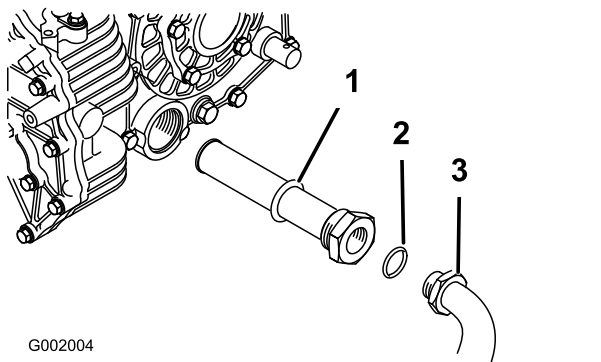

図 51
5. 油圧ホースと90度フィッティングを外す **図 51**。